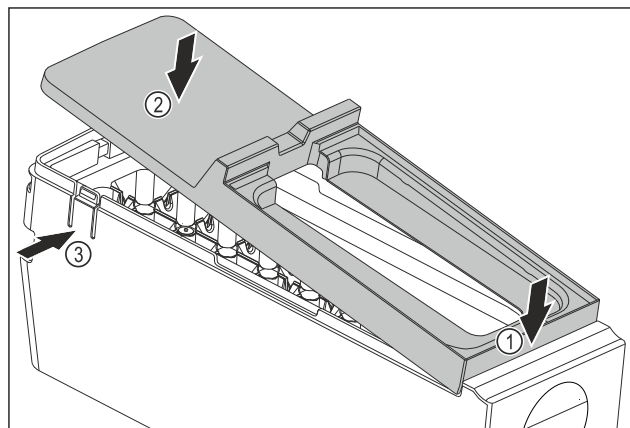

Fig. 77
- ▶ Montáž krytu korpusu EasyTwist-Ice: Kryt nasadíte vpredu. Fig. 77 (1)
- ▶ Kryt spustíte dozadu. Fig. 77 (2)
- ▶ Kryt počutelné zapadne od oboch strmeňov Fig. 77 (3).